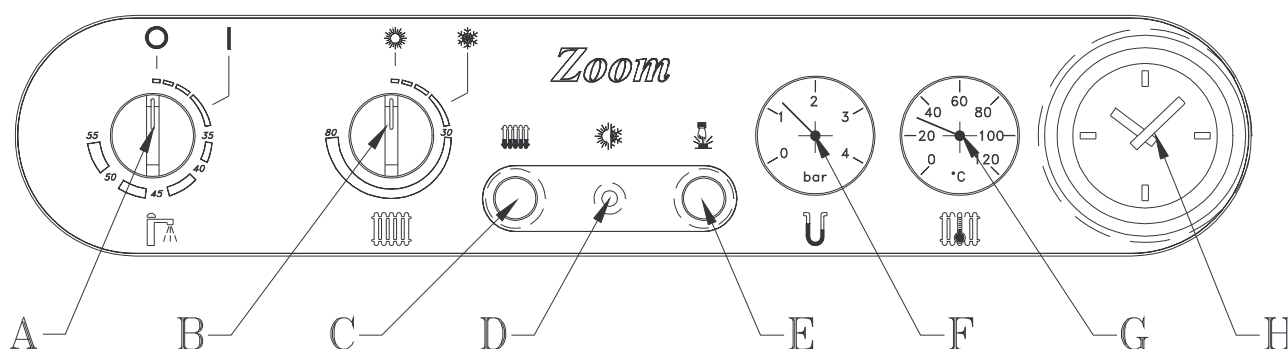

Fig.1
ACCENSIONE DEL BRUCIATORE PRINCIPALE (Fig. 1)
- Controllare che la pressione idrica dell'impianto sia 1 bar (manometro F, Fig. 1). Nel caso la pressione sia inferiore a 0,5 bar effettuare un nuovo riempimento con il rubinetto di carico Fig.8 rif.5.
Questa funzione “antigelo” si manifesta a seconda della temperatura registrata sui circuiti idrici interni alla caldaia, la sola pompa di circolazione oppure la pompa ed il bruciatore gas (alla potenza minima), **purché** la caldaia sia alimentata elettricamente e che il pomello “**A**” Fig.1 sia posto sulla posizione maggiore di “**I**”. Al raggiungimento della temperatura di circa +7°C e +30°C sul circuito riscaldamento, la “protezione antigelo” si **disattiva automaticamente**. È buona norma comunque proteggere l'impianto di riscaldamento, in luoghi molto freddi, con idoneo additivo chimico specifico (antigelo).
- Regolare la temperatura della caldaia (pom B Fig.1). tra 50 - 80 °C
Pressione idrica dell'impianto (vedi F Fig.1)
Produzione acqua calda sanitaria (vedi A Fig.1)
- Se dopo alcuni tentativi di sblocco del dispositivo di accensione **E** Fig.1, non si riesce a far accendere il bruciatore, può trattarsi di un guasto oppure di una mancanza di gas in linea. Contattare il Vostro installatore.